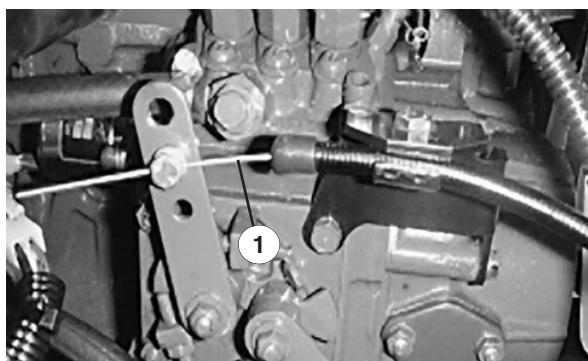

Figure 27
- Réglez le câble d'accélérateur (Fig. 27) de sorte que le levier du régulateur sur le moteur touche les vis de réglage de ralenti et de régime maximum avant que la manette d'accélérateur touche la fente dans le tableau de bord.